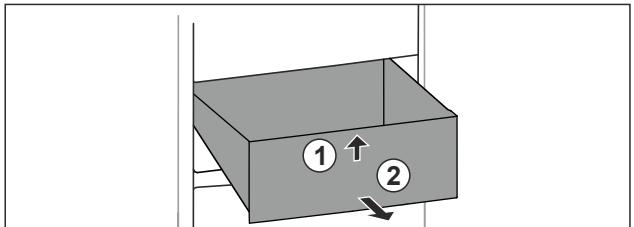

Fig. 64
- Повдигнете чекмеджето отпред. Fig. 64 (1)
- Извадете чекмеджето напред. Fig. 64 (2)